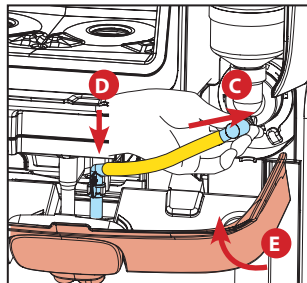

Fig.5
4. Erġa' poġġi t-tubu fuq il-bieqa tal-mikser (C), u aghfas iż-żennuna tal-iżbokk fuq it-trej tat-taħlit. Aghlaq il-panil (E) u d-distributur awtomatikament se jerġa' lura għall-funzjonijiet tat-tferriġ normal. (Ara Fig.5)